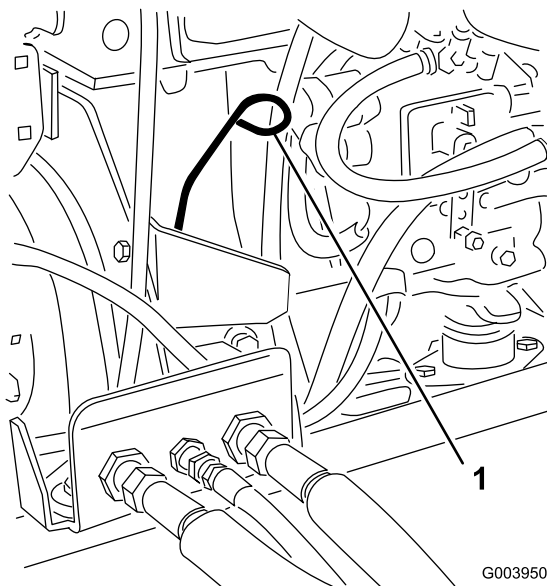

Figura 16
3. Retire a vareta, limpe-a e volte a colocá-la (Figura 16).